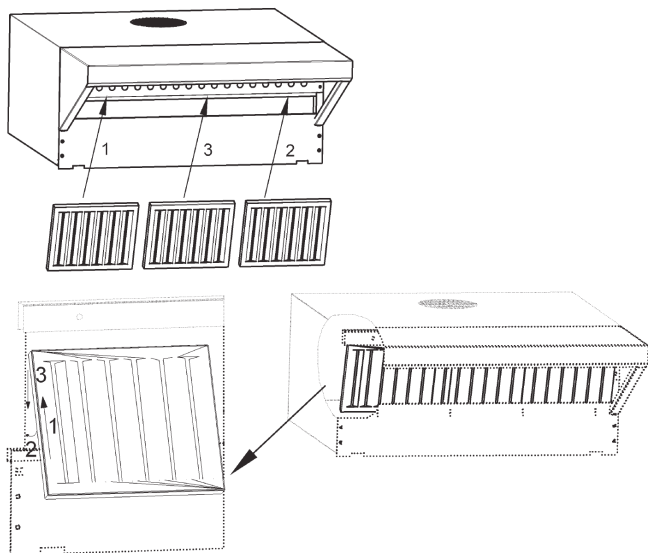

Abbildung 4: Fettfilter in der Haube - Typ 0610
- Beginnen Sie hierbei mit den beiden äußeren Filtern (diese haben eine Einfassung), (siehe Abb.4), und setzen Sie dann den mittleren Filter dazwischen ein.